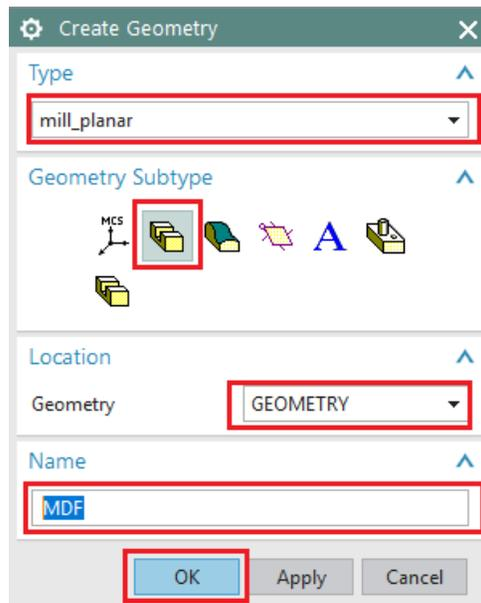

Figura 3.15 Ventana Create Geometry
- En la ventana de **Create Geometry**, realizar las siguientes modificaciones y/o selecciones (Figura 3.15) :